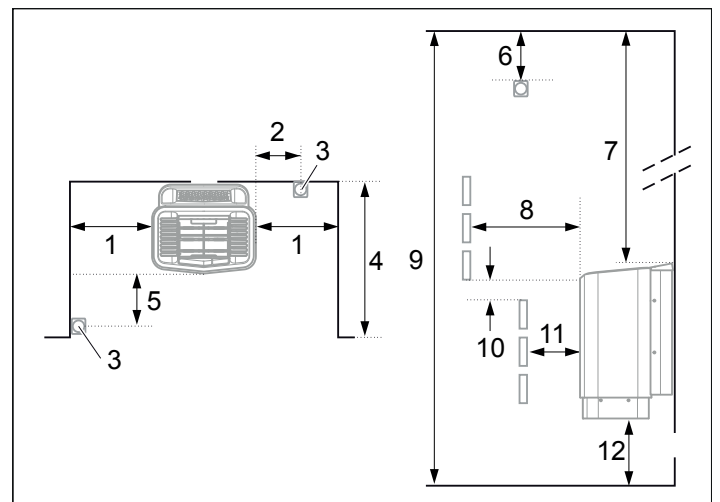

Abbildung 5: Positionierung der Heizung - Nischeninstallation
- an derselben Wand wie die Tür (oder an der Seitenwand, wenn der Abstand zur Türwand sehr klein ist). Die Heizung kann auch in einer Nische platziert werden (siehe Abbildung 5).
1. Positionieren Sie die Heizung in sicherem Abstand zum Boden, zu den Seitenwänden und zu Innenrauminstallationen (siehe Abbildung 5).
2. Positionieren Sie den Sensor, wie im Bild gezeigt (siehe Abbildung 5).